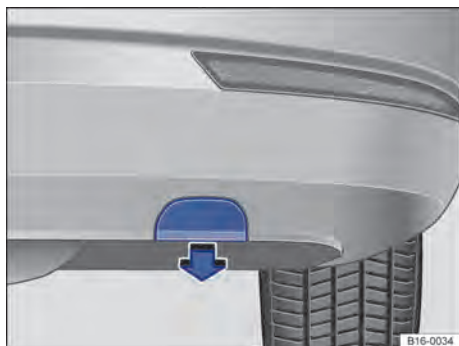

Fig. 240 No para-choque traseiro à direita: remover cobertura.
- Retirar cuidadosamente a cobertura no sentido da seta $\Rightarrow$ Fig. 240. Para isso poderá ser necessário aplicar uma força um pouco maior.
- Empurrar a cobertura no sentido contrário ao da seta até o batente no para-choque $\Rightarrow$ Fig. 240.